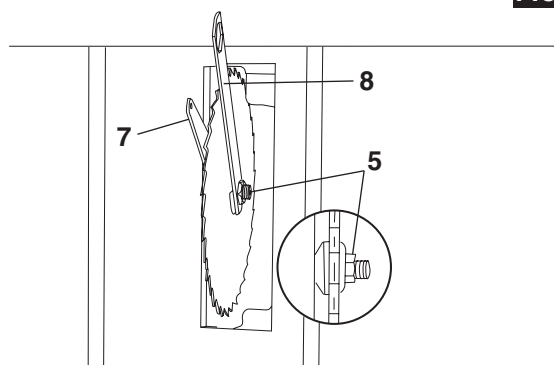

FIG. 17
6. To tighten the arbor nut **5**, use the open-end wrench **7** and align the wrench jaws on the flats of the flange to keep the arbor from turning. Place the box-end wrench **8** on the arbor nut **5** and turn clockwise (to the rear of the saw table) (Fig. 17).
6. Pour serrer l'écrou de fixation de l'arbre **5**, utilisez la clé à ouverture variable **7** et alignez les mâchoires de la clé sur les parties plates de la bride afin d'empêcher l'arbre de tourner. Placez la clé polygonale **8** sur l'écrou de fixation de l'arbre **5** et tournez dans le sens des aiguilles d'une montre (vers l'arrière de la table) (Fig. 17).
6. Para apretar la tuerca del eje portaherramienta **5**, use la llave de boca **7** y alinee las mandíbulas de dicha llave sobre las superficies planas de la pestaña, para evitar que el eje portaherramienta gire. Coloque la llave de cubo **8** sobre la tuerca del eje portaherramienta **5** y gírela en el sentido de las agujas del reloj (hacia la parte trasera de la sierra mesa) (Fig. 17).